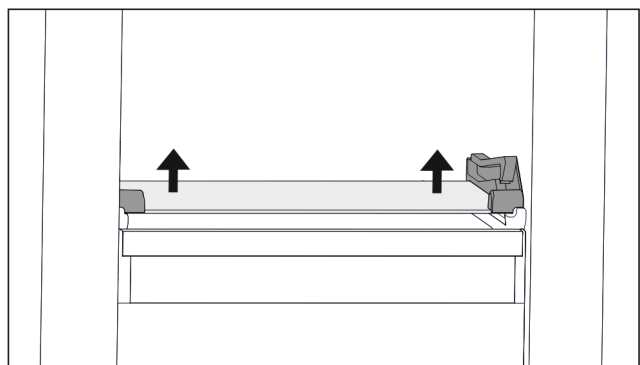

Fig. 72 Стъклена плоча на наклонящото се чекмедже
- ▶ Натиснете стъклената плоча от долу нагоре от двете страни. (виж Fig. 72)